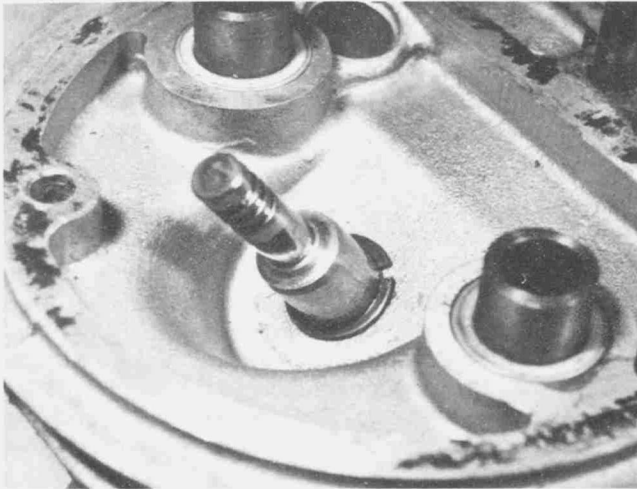

Bild 58
- Die Ventilfehrungen sitzen mit einer Sperrpassung im Zylinderkopf. Das Stösselende der Führung muss bis zum Sicherungsring hinunter abgesenkt werden, worauf der Sicherungsring abgenommen wird (Bild 58). Den Zylinderkopf auf 240° bis 260° C erwärmen und die Führung mit einem geeigneten Treibdorn zum Verbrennungsraum hin herausklopfen.